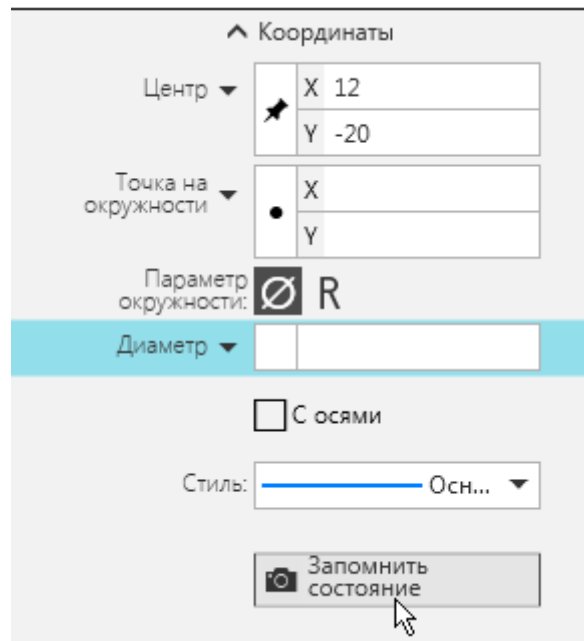

Рисунок 10
- Нажмите кнопку Запомнить состояние  на Панели параметров.(рисунок 10)